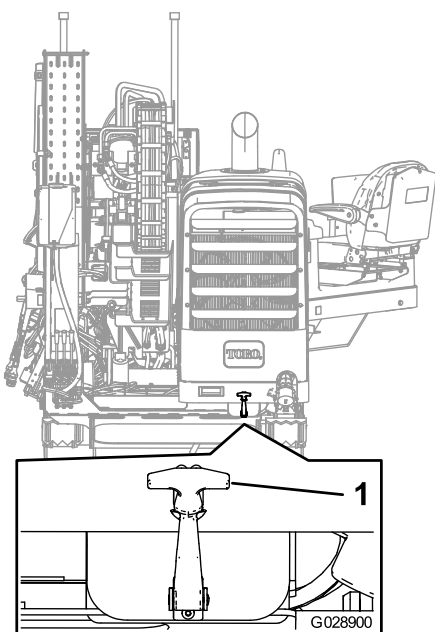

Figure 60
2. Tirez le verrou du capot (Figure 60).